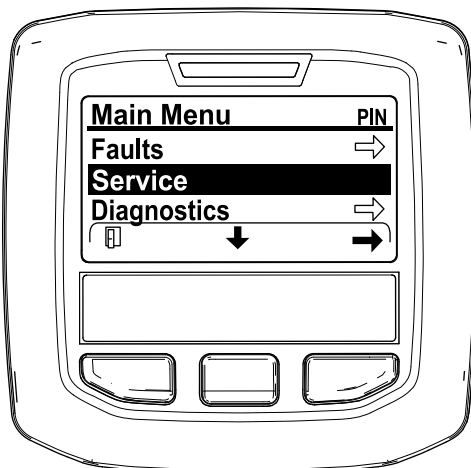

Figura 30
- Vá até ao MENU PRINCIPAL, prima o botão central para ir até ao MENU DE MANUTENÇÃO e prima o botão direito para seleccionar a opção de MANUTENÇÃO (Figura 30).